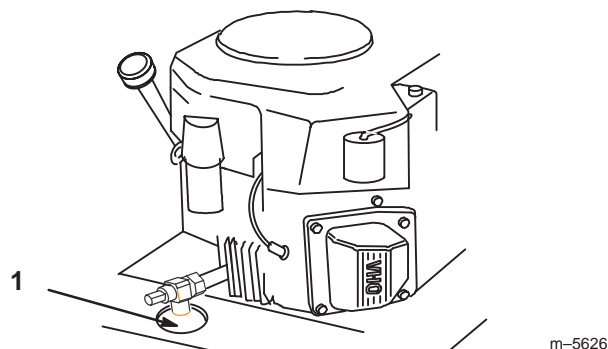

Figure 30
3. Placez un bac de vidange sous l'orifice de vidange. Enlevez le bouchon de vidange (Fig. 30).